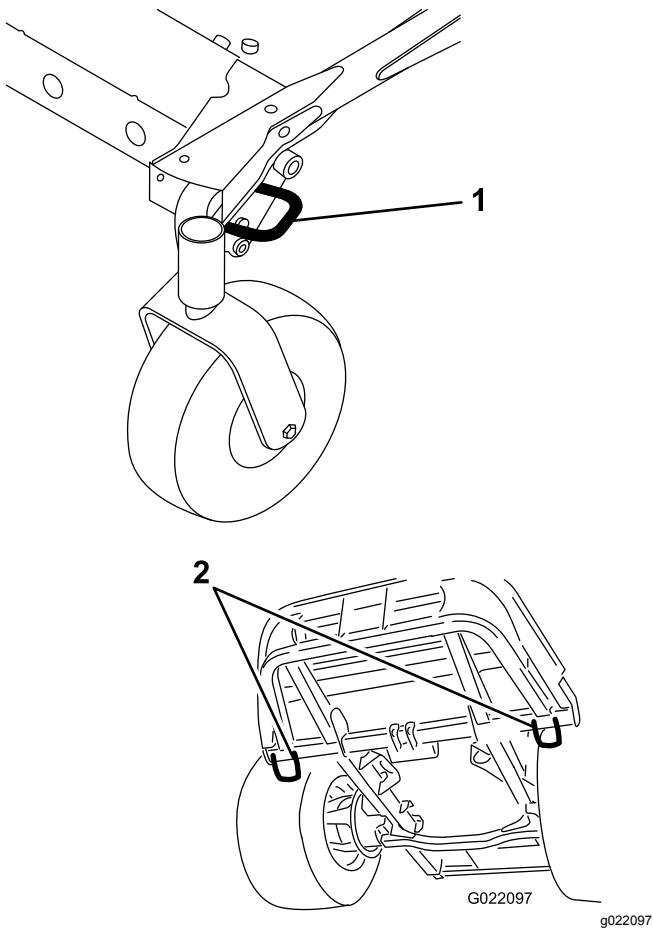

Figure 51
- Arrimez solidement la machine sur la remorque ou le véhicule de transport avec des sangles, des chaînes, des câbles ou des cordes, selon les exigences de la réglementation locale en vigueur dans votre région (Figure 51).